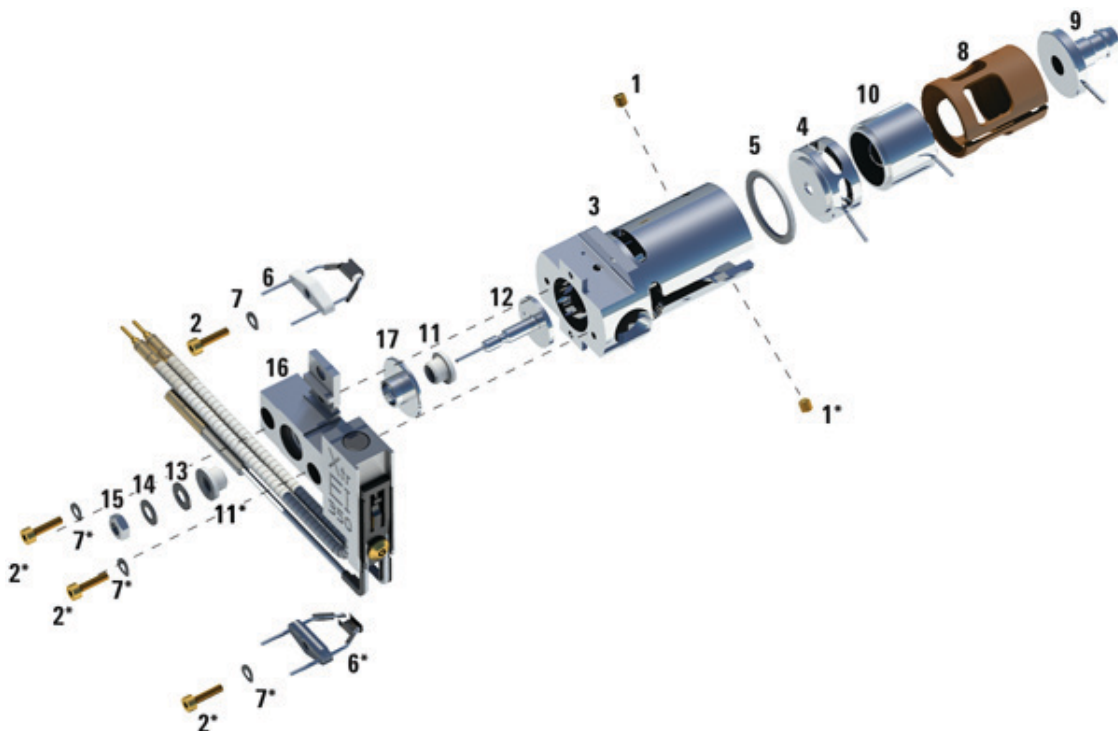

Abb. 19 Zusammenbauen der Extraktor-EI-Quelle
- 2 Setzen Sie die Extraktorlinse mit der flachen Seite voran in das Quellengehäuse ein (Abb. 19).
- 3 Setzen Sie die Eintrittslinse und Ionenfokuslinse in der gezeigten Reihenfolge in die Isolierung ein (Abb. 19).
- 4 Schieben Sie die Isolierung mit der Ionenfokus- und Eintrittslinse in das Quellengehäuse ein. Drücken Sie dabei die Ionenfokuslinse gegen die Extraktorlinse (Abb. 19).
Tabelle 27 Teilleiste der Extraktor-Ionenquelle (Abb. 19)